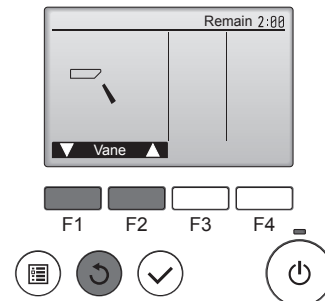

Fig. 8-4
- 2 Trykk på [SELECT] for å vise betjeningskjermen for spjeldene, og trykk deretter på knappene [F1] og [F2] for å kontrollere auto-spjeldene. (Fig. 8-4)